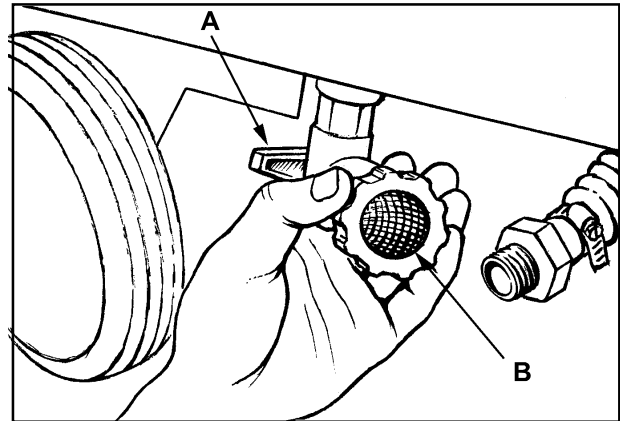

Figure 38
5. Schliessen Sie das Ventil für den Reinigungsmittelzufluß. (siehe Abb. 38, A).
6. Stellen Sie fest, wo sich der Siebfilter befindet. Er ist an der Rückseite des Laugenventils angebracht. (siehe Abb. 38, B).
8. Entfernen Sie den Siebfilter. Siehe Abb. 38.